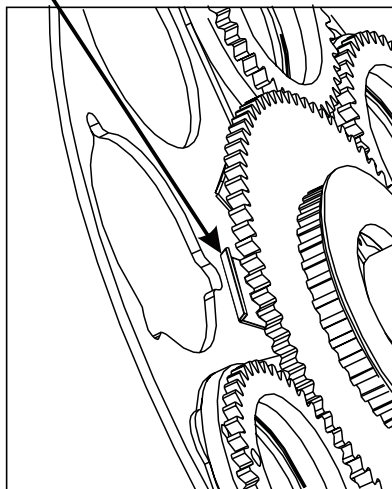

Fig.12
5. Togliere l'anello di sicurezza (fig.12) sul gobo con un utensile adatto e prelevare il gobo.